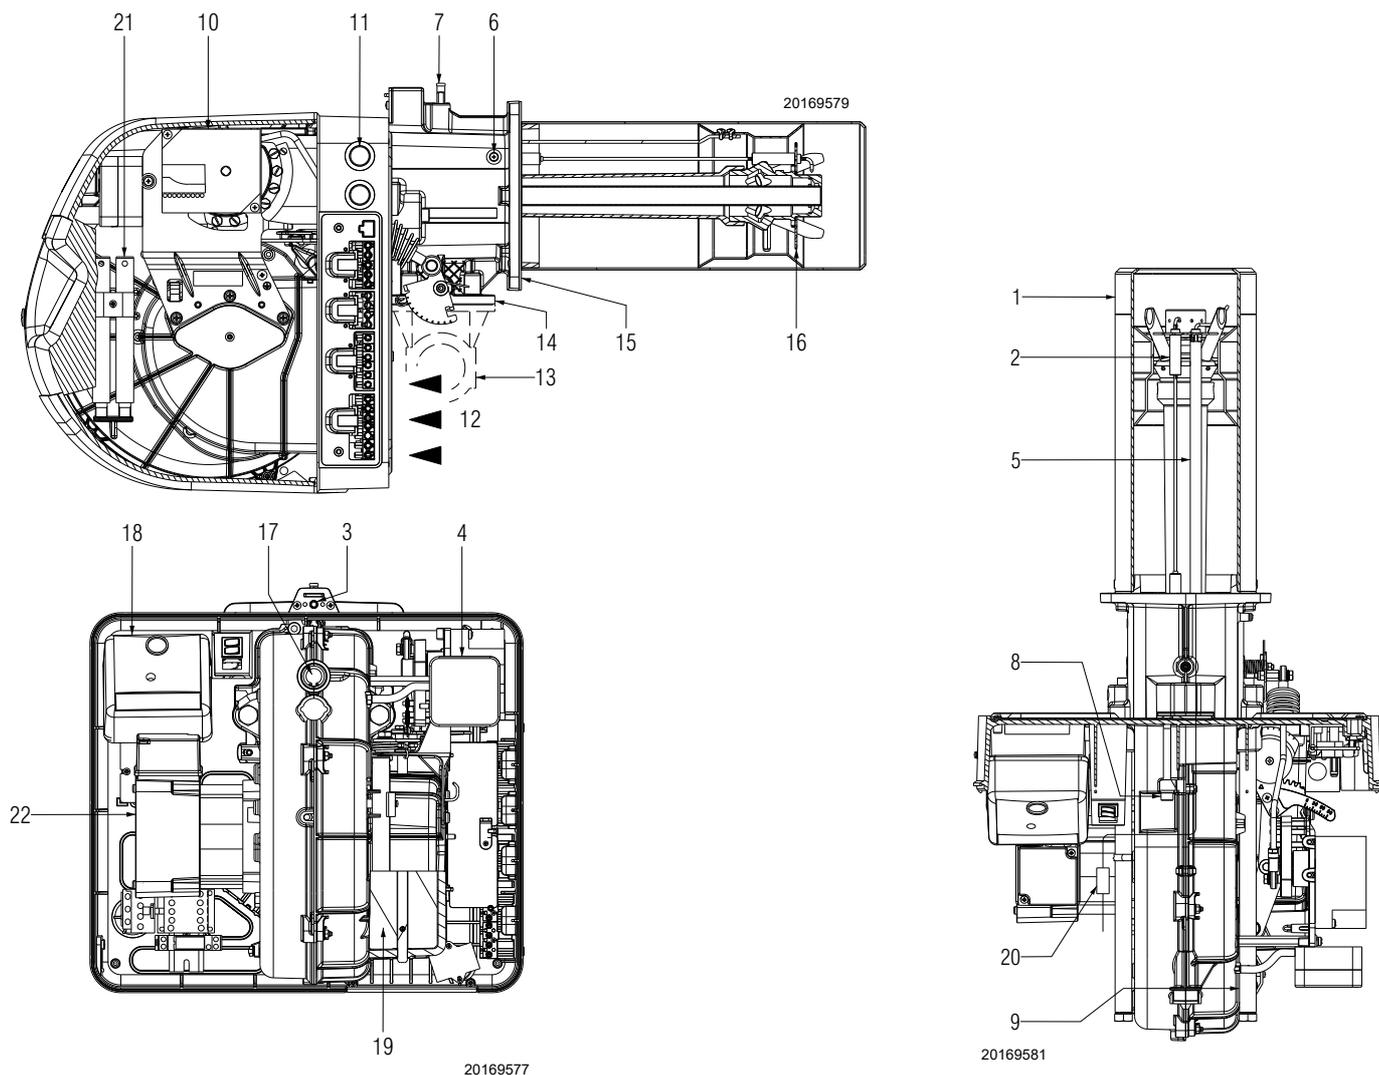

Рис. 4
- (1) Исходные условия: Температура окружающей среды 20 °C - Температура газа 15°C - Барометрическое давление 1013 мбар - Высота 0 м н. у. м.
- (2) Давление на штуцере 7) (Рис. 4) при нулевом сопротивлении в камере сгорания и при максимальной мощности горелки.
- (3) Звуковое давление было измерено в лаборатории на заводе-изготовителе с горелкой, работающей на испытательном котле при максимальной мощности. Звуковая мощность была измерена по методу свободного поля, предусмотренному стандартом EN 15036, и согласно классу точности измерения 3, как описано в нормативе EN ISO 3746.
- (4) Жаровая труба: короткая - длинная
- (5) Для топлива G31 необходимо установить комплект для перехода на сжиженный газ. См. ПРИЛОЖЕНИЕ А «Комплект для работы на сжиженном газе».
загорание кнопки (красный светодиод) на автомате горения (Рис. 4) сигнализирует, что горелка заблокирована. Для разблокирования нажимайте на кнопку в течение 1-3 секунд.